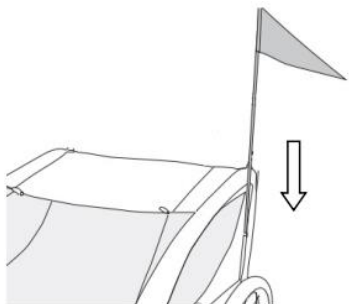

Figur 3
**Anslut kopplingen på dragstången och säkra säkerhetssprinten ( Figur 3 ).**